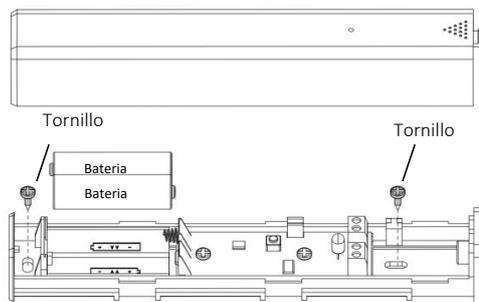

Fig.3
- For Rcontact TF Part 1: Abra la tapa, coloque la batería adentro y luego use los tornillos para fijarlo a la puerta.(Fig.3)